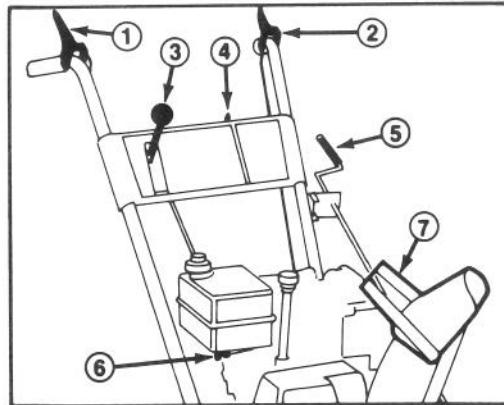

Abbildung 13
Räumwerkkupplungshebel (Abb. 13) — Dieser Hebel hat zwei Stellungen: EIN und AUS. Zum Einschalten des Räumwerks und Gebläses den Hebel zum linken Griffholm drücken. Um den Antrieb zu stoppen, den Hebel loslassen.
Antriebshebel (Abb. 13) — Zur Betätigung des Antriebs, den Hebel zum linken Griffholm drücken. Um den Antrieb zu stoppen, den Hebel loslassen.
Geschwindigkeitsschalter (Abb. 13) — Dieser Schalter hat vier Stellungen: Rückwärts, 1, 2 und 3. Zum Einlegen der Gänge den Hebel in die gewünschte Stellung bringen. Der Hebel sperrt sich in jeder Gangstellung in die entsprechende Kerbe. Die Stellungen 1, 2 und 3 entsprechend der Schneeverhältnisse verwenden.
Zündschloß (Abb. 13) — Das Zündschloß hat zwei Stellungen: EIN und AUS. Den Zündschlüssel EIN drehen, ehe der Motor mit dem Rücklaufstarter angeworfen wird. Zum Abstellen des Motors den Schlüssel auf AUS drehen.
Benzinhhahn (Abb. 13) — Der Benzinhhahn befindet sich unten am Kraftstofftank. Den Benzinhhahn schließen, um den Kraftstofffluß vom Kraftstofftank zu stoppen. Den Hahn öffnen, damit das Benzin in den Vergaser fließen kann. Den Benzinhhahn schließen, wenn die Fräse nicht im Betrieb ist.
Auswurfschwenkkurbel (Abb. 13) — Wird die Kurbel nach rechts gedreht, schwenkt der Auswurf nach links; wird die Kurbel nach links gedreht, so schwenkt der Auswurf nach rechts.
Griff am Ablenkblech (Abb. 13) — Der Ablenkblech-Griff sitzt oben am Auswurf und bestimmt die Schneeauswurfshöhe.
3. Den Benzinhhahn unten am Kraftstofftank öffnen (Abb. 13).
5. Den Zündschlüssel auf EIN drehen (Abb. 13).
1. Räumwerkkupplungshebel und Antriebshebel lösen (Abb. 13)